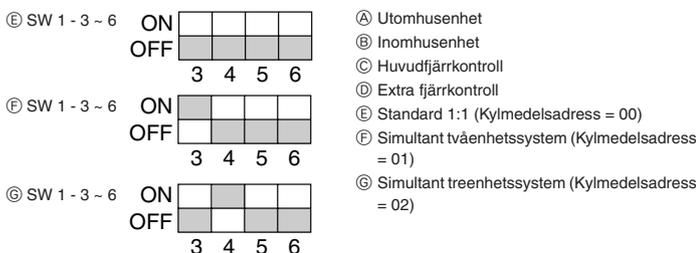

Fig. 10-1
- ① Koppla in spänningen (överspänningsskydd).
- ② När gasstoppventilen stängts, placera SWP-omkopplaren på utomhusenhetens kontrollkort i läge ON (till). Kompressorn (utomhusenheten) och fläktarna (inomhus- och utomhusenheterna) startar och återvinningen av köldmedel påbörjas. LED1 och LED2 på utomhusenhetens kontrollkort tänds.
③ Eftersom enheten stannar automatiskt inom två till tre minuter efter återvinningen av köldmedel (LED1 och LED2 tänds), stäng gasstoppventilen snabbt. När LED1 och LED2 tänds och utomhusenheten stannar, öppna stoppventilen för vätska helt, och upprepa sedan steg ② efter tre minuter.
④ Koppla ur spänningen (överspänningsskydd).
10. Systemkontroll (Fig. 10-1)